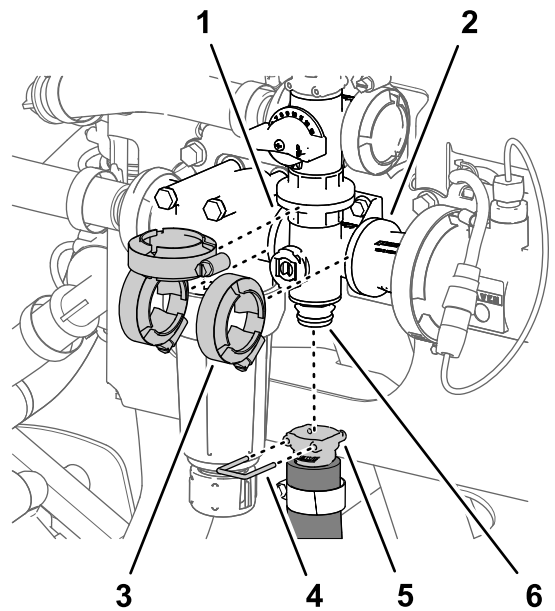
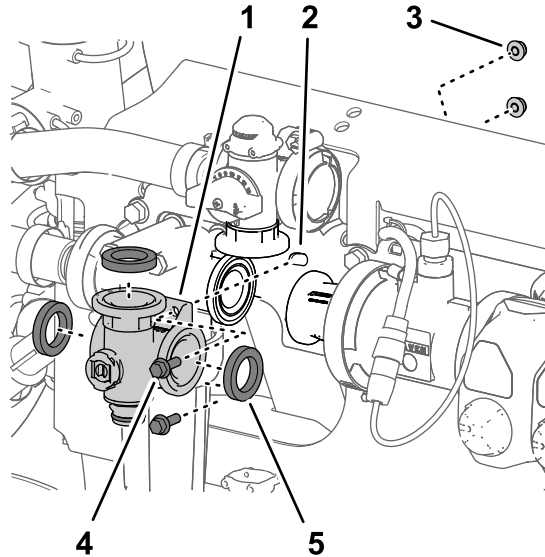

图 127
图 126
- 将搅拌阀歧管凸缘、3 个垫片与搅拌旁通阀、压力式滤头和耦合适配器的凸缘对齐图 126和图 127。
- 用在 拆下搅拌歧管阀 \(页码 71\) 中卸下的 3 个法兰夹具将搅拌阀歧管松松固定至搅拌旁通阀、压力式滤头和耦合适配器图 127。
- 用手拧紧 3 个法兰夹具图 127。
- 用快速连接销将搅拌软管的快速连接耦合器安装到搅拌阀歧管的快速连接接头上图 127。